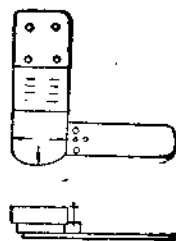

图 5
(3)为使固定栓的位置易于找正，可在截煤部机壳上刻三个固定箭头，在截盤基座上装一个定位針，打三个固定的位置事前找好，使他正对准机壳上的箭头，即是固定栓的位置，变截盤时，即将定位針装上，司机看得定位針对正就可以停止机器，然后打好固定栓，拆下定位針(图5)。